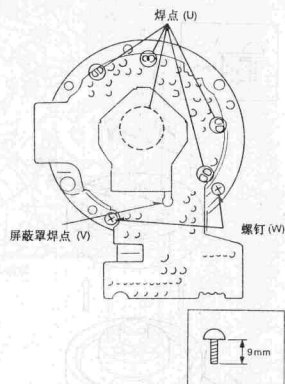
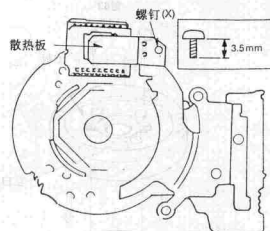

图61
图62
②安装新的鼓电机时,用磁头清洗剂沿磁带运转方向轻轻擦拭视频磁头。
③换完新的鼓电机后,检查操作。
④如果需要进一步检修的话,须进行“磁带互换性调整”。
- 步骤: ①取下鼓电机(参见上节);
- ②将鼓电机倒置;
- ③如图61所示,将焊接屏蔽罩的焊点(V)焊开,取下屏蔽罩;
- ④按照图61中箭头所示,将18个焊点(U)焊开(包括屏蔽罩里面的10个焊点);
- ⑤旋出2个螺钉(W),取下鼓驱动电路板;
- ⑥恢复步骤与上面步骤相反。
- 步骤: ①取下鼓驱动电路板(参见上节);
- ②如图62所示,旋出1个螺钉(X),取下散热板;
- ③焊下鼓驱动集成电路的18个脚,取下集成电路;
- ④换上新的集成电路(注意各脚的位置);
- ⑤焊好集成电路的18个脚;
- ⑥将鼓驱动电路板安装在鼓电机上。